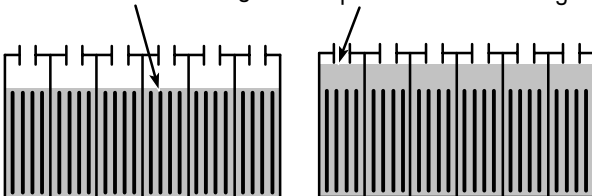

FIG. 55
1. Contrôlez fréquemment le niveau de liquide des batteries afin d'éviter l'endommagement des batteries. Le liquide doit se trouver au niveau illustré (Figure 55). Ajoutez de l'eau distillée si nécessaire. **NE REMPLISSEZ PAS TROP**, le fluide va augmenter de volume et risque de déborder lors de la mise en charge.